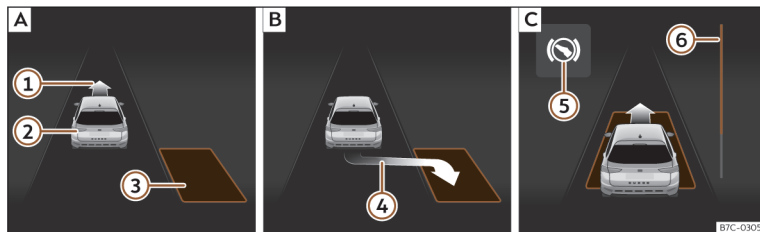
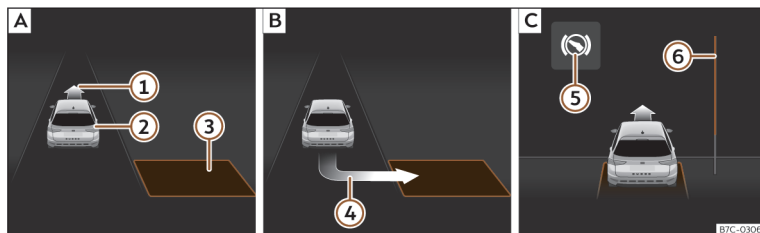

Fig. 173 No ecrã do painel de instrumentos: estacionar em linha. [A] Procurar um lugar de estacionamento. [B] Posição para estacionar. [C] Manobrar.
Fig. 174 No ecrã do painel de instrumentos: estacionar em espinha. [A] Procurar um lugar de estacionamento. [B] Posição para estacionar. [C] Manobrar.
para estacionar» **Fig. 173 [B]** ou» **Fig. 174 [B]**. O lugar foi considerado «apropriado» se no ecrã do painel de instrumentos aparecer a indicação de estacionar ④.
• Retroceda até o sinal contínuo do ParkPilot soar; **OU:** retroceda até aparecer a indicação de marcha à frente no ecrã do painel de instrumentos»» **Fig. 173** [C] ou »» **Fig. 174** [C]; **OU:** retroceda até aparecer a mensagem **Park Assist finalizado** no ecrã do painel de instrumentos. A barra de progresso [6] indica a distância a percorrer»» **Página 276**.
• Faça marcha à frente até soar o sinal contínuo do ParkPilot; **OU:** faça marcha à frente até aparecer a indicação de fazer marcha-atrás no ecrã do painel de instrumentos. O sistema de estacionamento assistido manobra o veículo em frente e em marcha-atrás até centrá-lo no lugar»» **Fig. 173** [C] ou »» **Fig. 174** [C].
A barra de progresso »» **Fig. 173** [6] e »» **Fig. 174** [6] mostra simbolicamente no ecrã do painel de instrumentos a distância relativa que ainda falta percorrer. Quanto maior for a distância, mais cheia está a barra de progresso. Ao circular em marcha à frente, o conteúdo da barra de progresso diminui para cima, e ao circular em marcha-atrás, diminui para baixo.